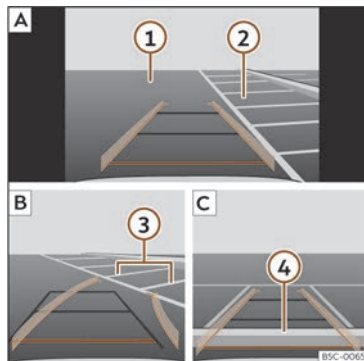

Fig. 155 Visualización na pantalla do sistema de infotainment: aparcar co asistente de marcha atrás.
Lenda da >>> **fig. 155:**
- Coloque o vehículo diante do espazo de aparcamento >>> **fig. 155** **2** **A**.